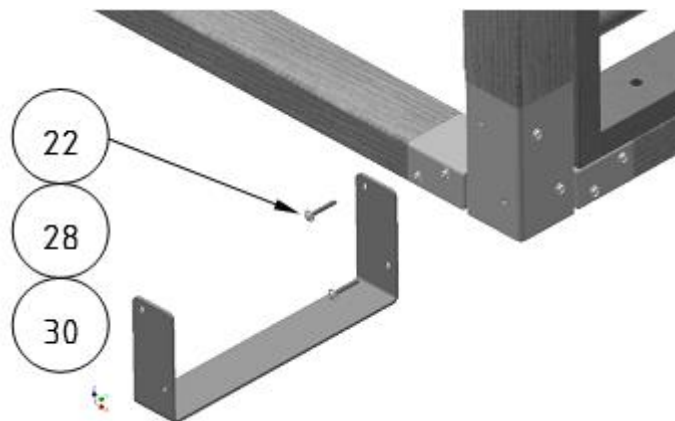

Abbildung 12: Montage der Wandwinkel
Für die Wandmontage sind die mitgelieferten Wandwinkel (30) zu verwenden. Befestigen Sie zunächst den Wandwinkel (30) an dem Motorikzentrum mit Hilfe der Schrauben und Scheiben (22), (28) (siehe Abbildung 12). Im Anschluss kann das Motorikzentrum an die dafür vorgesehene Position gebracht werden, um die Befestigungspunkte an der Wand zu bestimmen. Die Wandmontage erfolgt dann mit den mitgelieferten Dübeln, Schrauben und Scheiben ((28), (31), (32)). Diese Befestigungsmaterialien sind nur für Betonwände und -böden geeignet. Für andere Untergründe verwenden sie entsprechende Befestigungsmittel, die eine Zugkraft von 0,5 kN aufnehmen können.